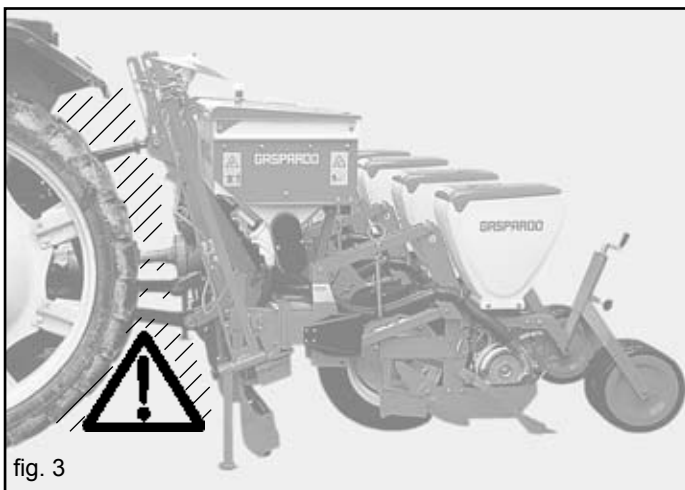

fig. 3
- 5) Es absolutamente prohibido colocarse entre el tractor y el gancho para mover el mando de elevación, desde el exterior. (Fig. 3).
- 6) Es absolutamente prohibido colocarse entre el tractor y el equipo (Fig. 3) mientras el motor esté encendido, el cardán insertado. Es posible interponerse solo después de haber accionado el freno de estacionamiento y haber introducido, debajo de las ruedas, un cepo o una piedra que bloquee adecuadamente.